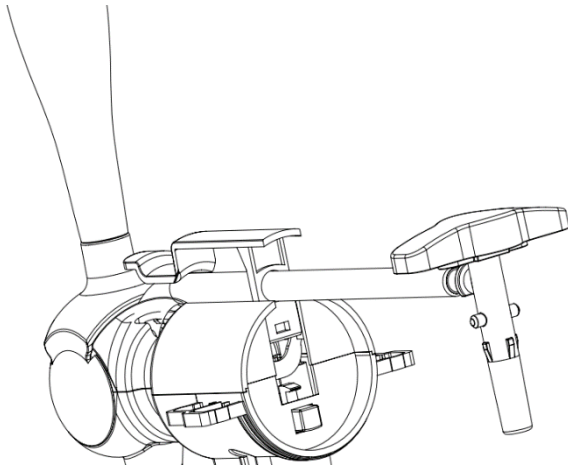

Figura 17
1. Premere e tenere premuto il pulsante sotto la parte posteriore del rubinetto, il gruppo del tubo e il coperchio superiore staccabile del rubinetto si apriranno automaticamente insieme (come mostrato nella Figura 17).